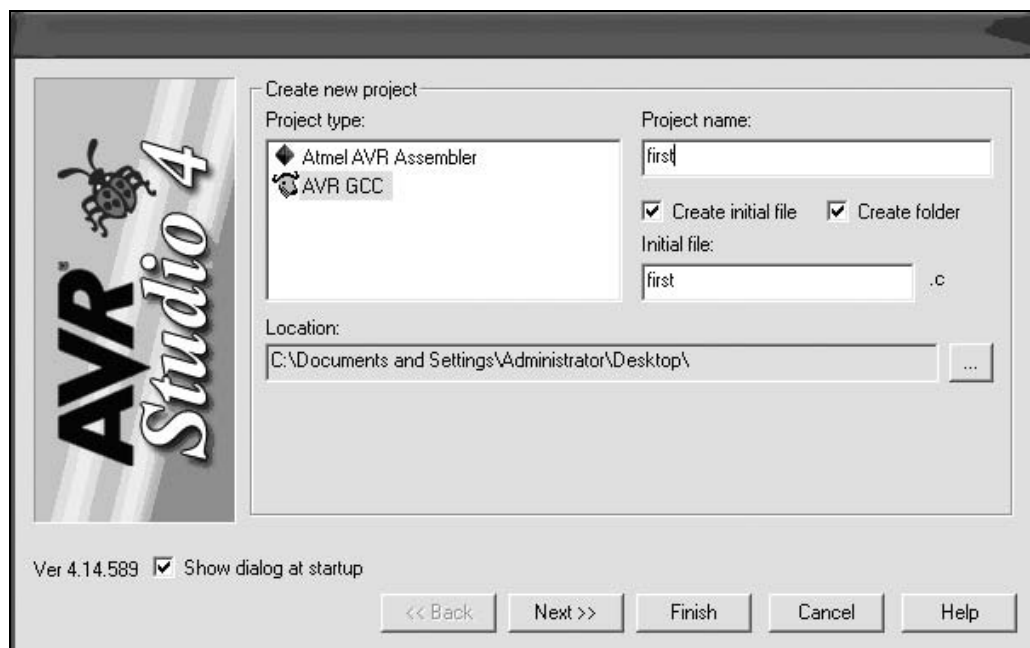

Рис. 1.31. Настройка проекта в AVR Studio
2. Появится всплывающее меню (рис. 1.31). В поле **Project Type** выберите либо **AVR GCC**, либо **Atmel AVR Assembler** (в зависимости от используемого вами языка). Здесь показаны настройки для проекта на языке C. Установите флажки **Create Initial File** и **Create Folder** и дайте проекту подходящее название. Щелкните кнопку **Next**.